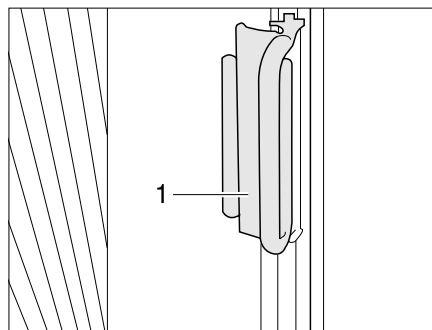

Fig. 86 Tendina oscurante pieghevole del finestrino del conducente e del passeggero
- Afferrare l'impugnatura (Fig. 86,1) delle tendine oscuranti pieghevoli e chiudere in avanti tirando con prudenza finché il fermo magnetico non blocca la tendina oscurante pieghevole.
- Spingere l'impugnatura (Fig. 86,2) sul sopraalzo. La tendina oscurante pieghevole è ora bloccata.